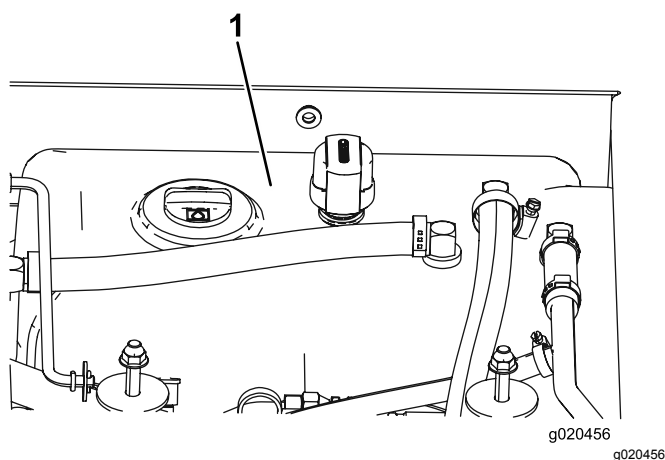

Bild 117
- Füllen Sie den Hydraulikbehälter (Bild 117) mit Hydrauliköl, siehe Prüfen des Hydrauliköls (Seite 79).